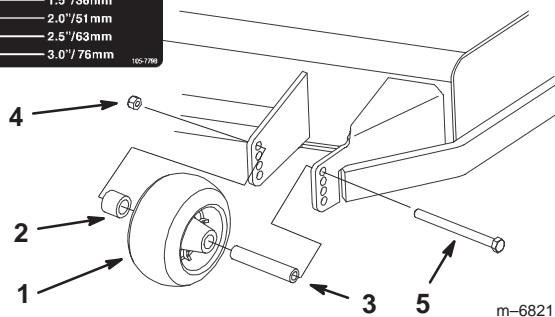

Figure 18
2. Après avoir réglé la hauteur de coupe, réglez les galets en retirant l'écrou à collet, la bague, l'entretoise et le boulon (Figures 18, 19 et 20).
3. Choisissez le trou pour que le galet de protection du gazon se trouve le plus près possible de la hauteur de coupe correspondante voulue (Figures 18, 19 and 20).
4. Posez l'écrou à collet, l'entretoise, la bague et le boulon. Serrez à 54–61 Nm (40–45 pieds-livre) (Figures 18, 19 et 20).